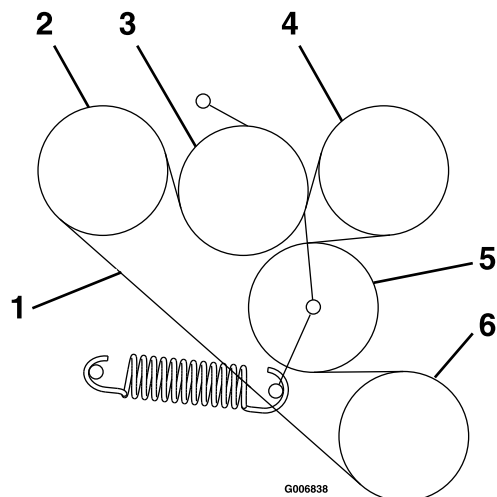

Figure 53
6. Acheminez la courroie neuve sur les poulies comme montré sur l'autocollant situé au dos de la protection d'entraînement gauche (Figure 53).